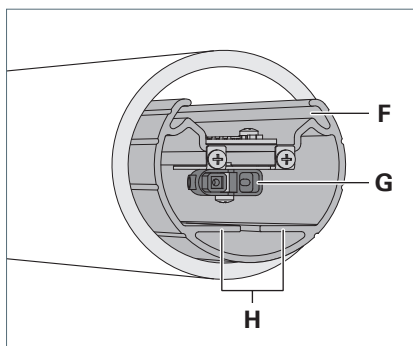

Fig. 5: Trägerprofil und Stecker.
- Ziehen Sie das Trägerprofil **F** etwas aus der Leuchte heraus, siehe Fig. 5.